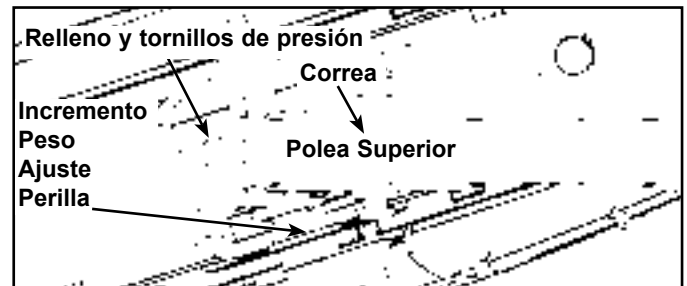

Figura 7 (visión superior desde la polea abajo para ceñir la abrazadera)
- B. Levantar cuidadosamente el peso superior y verificar que la posición de la abrazadera de la correa (en el peso superior) es alineado correctamente con el soporte de polea superior (en la máquina). Ver Figura 7.